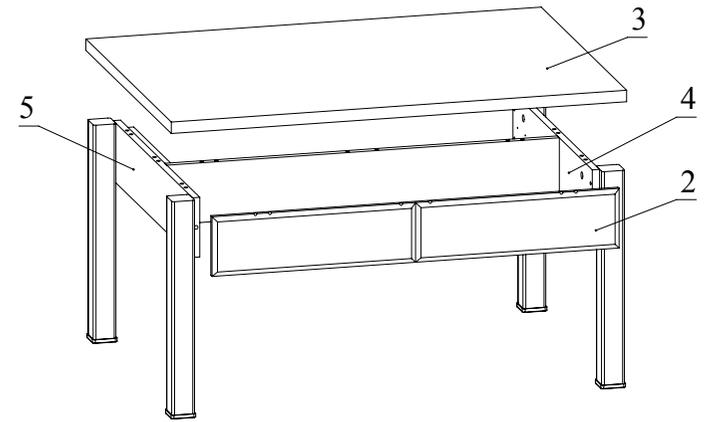

Рис.6
5. Установите деталь 2 на детали 4, 5 и зафиксируйте, повернув конфирматным ключом головки минификсов по часовой стрелке до упора (Рис. 6). Установите деталь 3 на детали 2, 4, 5 и зафиксируйте, повернув конфирматным ключом головки минификсов по часовой стрелке до упора (Рис. 6).